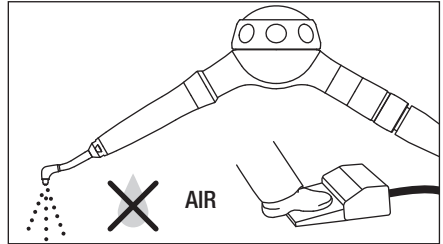

Figure 6
- 2) Effectuez la marche à vide en utilisant seulement l'air afin de rejeter la poudre restant à l'intérieur de la buse (figure 6).
- 3) Soufflez avec l'air la poudre restant dans le réservoir (figure 6).